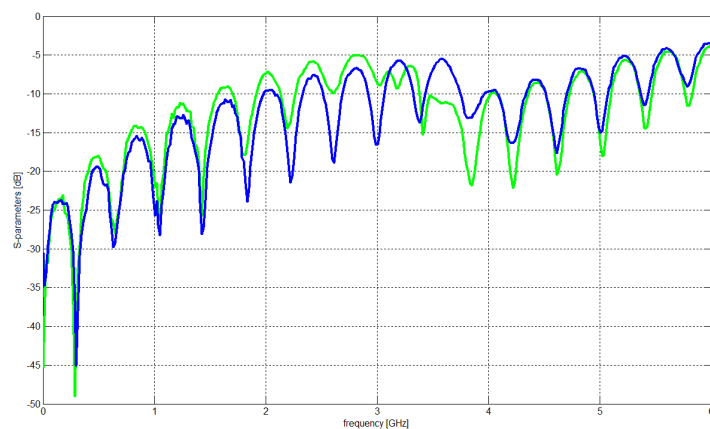

Figura 10: Comparación para líneas de igual características en diseño.
1. Grafique en Matlab los mismos parámetros de dispersión para las dos líneas iguales en impedancia y longitud. Por ejemplo, en la figura 10 se muestra el gráfico de los parámetros S_{11} de las dos líneas largas: de $Z_0=50 \Omega$. Para este paso, utilice la función “Sparameters_Graph” ó “Sparameters_Graph_AWR” (Opcional) ó AWR. Anote sus observaciones para su posterior análisis.